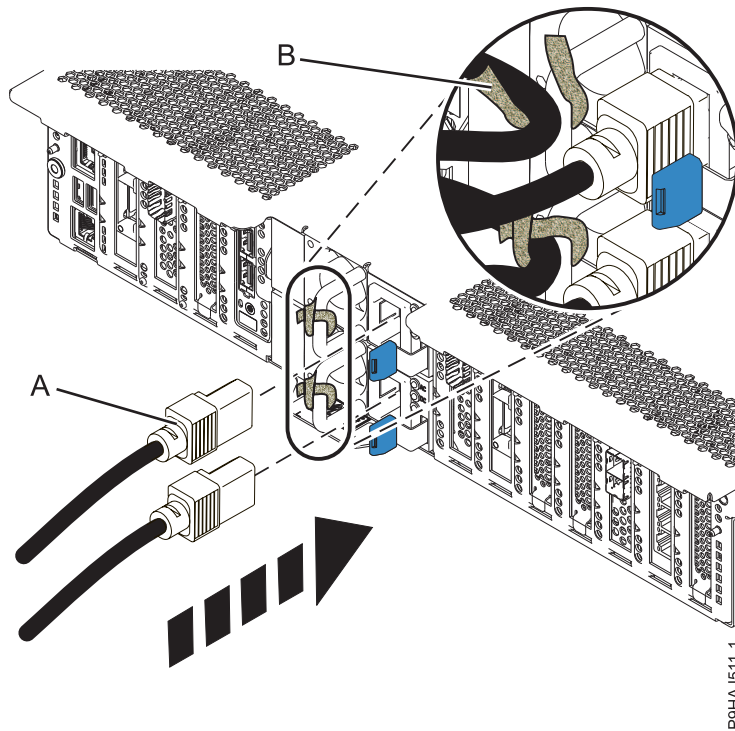

Abbildung 43. Netzkabel anschließen
2. Schließen Sie die Netzkabel (**A**) mithilfe Ihrer Beschriftungen wieder an die Systemeinheit an. Befestigen Sie die Netzkabel mit den Klettverschlüssen (**B**) am System (siehe Abb. 43 auf Seite 61).